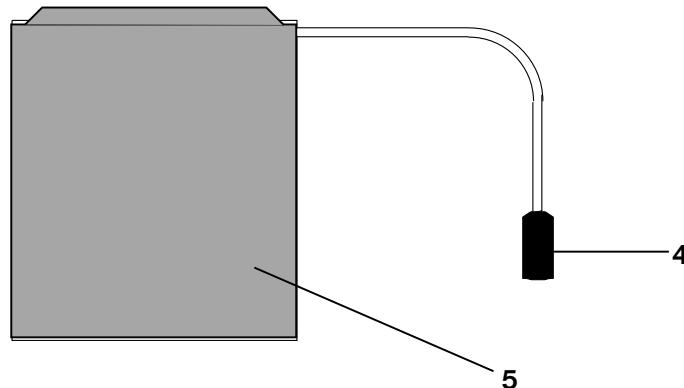

Abb. 2: Akkupack
- Lösen Sie die Kabelsteckverbindung **4** des Akkupacks (siehe Abb. 2) von der Leiterplatte im Oxylog 2000-Batteriefach.